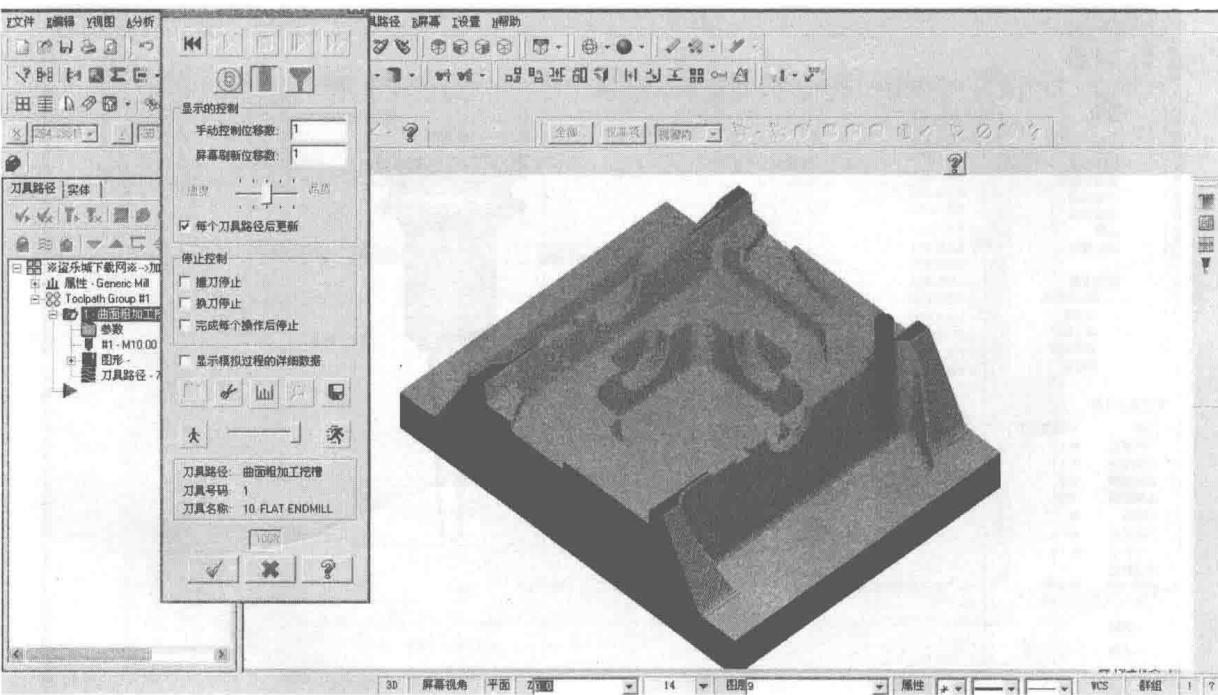
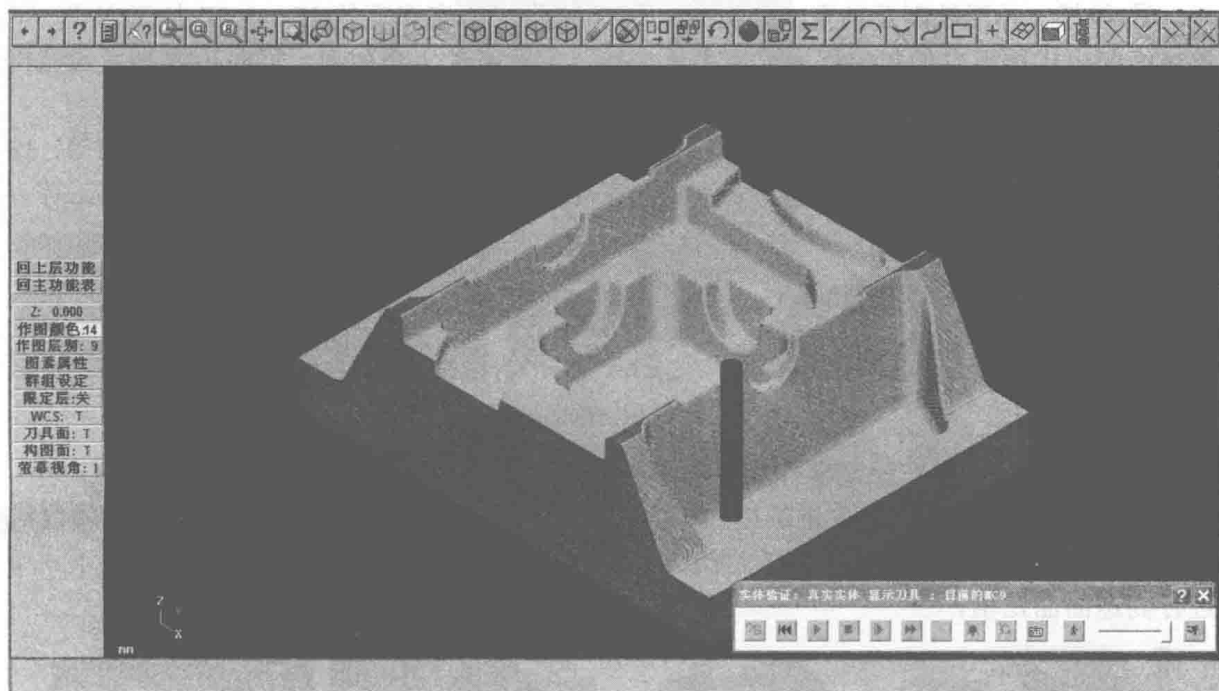

图 1-9 Mastercam VX2 CNC 程序（运行时间 51min3s）
图 1-10 Mastercam V9.0 CNC 程序（运行时间 1h30min52s）
③ 曲面高速加工刀具路径的效率提高。在同样的零件、切削条件和参数下，VX2 版本（见图 1-9）采用曲面高速加工刀具路径编制的 CNC 程序，运行时间为 51min3s，而采用 V9.0 版本（见图 1-10）刀具路径编制的 CNC 程序，运行时间为 1h30min52s。